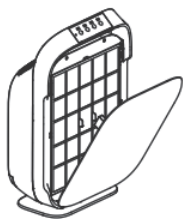

Abb. 1
2. Fassen Sie die Gehäuseabdeckung (1) mit einer Hand am Oberteil an und mit der anderen Hand halten Sie das Gehäuse des Gerätes fest. Danach lösen Sie vorsichtig mit ruhiger Bewegung Magnetverschlüsse am Oberteil der Gehäuseabdeckung. Richten Sie diese in einem Winkel von etwa 45 Grad aus und heben Sie die Gehäuseabdeckung hoch. (Abb. 1)